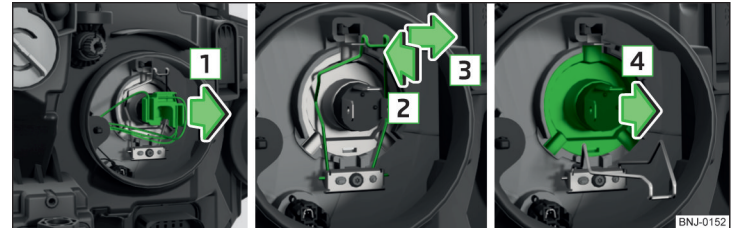

Fig. 206 Înlocuirea becului incandescent pentru faza scurtă și faza lungă
- › Apăsați elementul de blocare al conectorului și trageți cu atenție conectorul, prin mișcări pendulatorii, în direcția săgeții **1** » fig. 206.